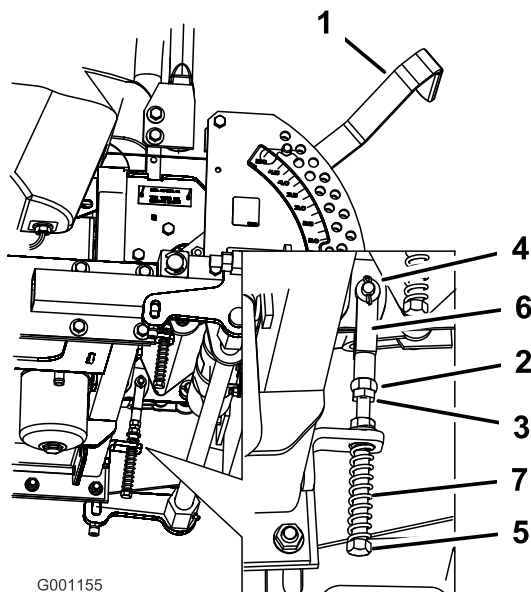

Figure 67
- 8. Si un réglage s'impose, desserrez l'écrou et l'écrou de blocage vissés contre la chape (Figure 67).
- 9. Appliquez une légère pression à l'arrière du levier, et tournez la tête du boulon de réglage dans le sens voulu pour centrer le levier à la position de VERROUILLAGE AU POINT MORT (Figure 67).
- 10. Serrez l'écrou et l'écrou de blocage (Figure 67).